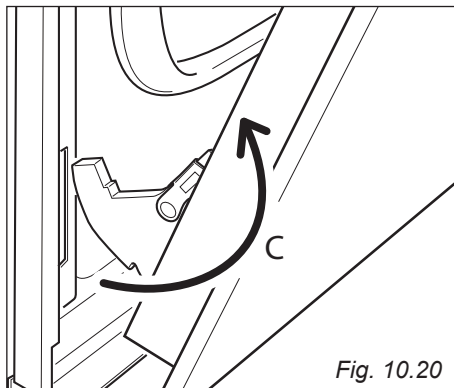

Fig. 10.20
- Estrarre i ganci delle cerniere (destra e sinistra) dal loro alloggiamento (freccia "C" - fig. 10.20).